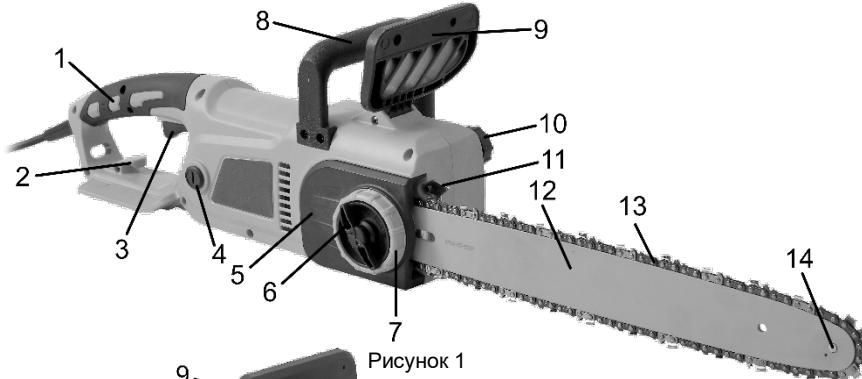

Рисунок 1
4.1.2 Переведіть щиток захисного пристрою (9, рисунок 1 або 2) в бік пилляльної гарнітури (гальмо ланцюга активовано).
4.1.3 Перевірте, що пускова клавіша не заблокована в увімкнутому положенні. Вставте штепсельну вилку в розетку подовжувача, який потрібно зафіксувати петлею, яка накинута на гачок (2, рисунок 1 або 2) через отвір в рукоятці.